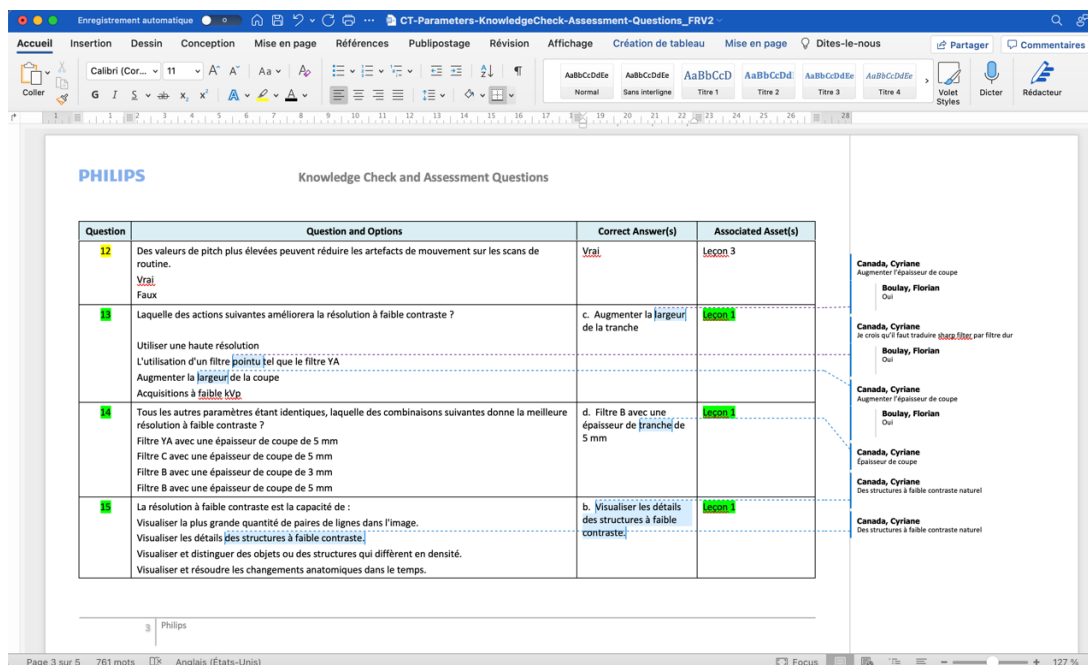

Figure 21 : Exemple de questions traduites de l'anglais à vérifier
- **Traduction de questions d'évaluation pour le Philips Learning Center :** En collaboration avec une stagiaire en marketing qui n'était pas formée sur le scanner, j'étais chargée de vérifier les traductions de questions qu'elle avait faites. Les questions étaient à l'origine formulées en anglais et provenaient des usines Philips aux Pays-Bas. Les questions concernaient entre autres la physique du scanner, l'anatomie cardiaque, le scanner cardiaque. Il m'a fallu demander de l'aide à un collègue car je ne connaissais pas totalement le vocabulaire anglais du scanner. Voici un exemple de questions dont la traduction était inexacte (figure 21) :